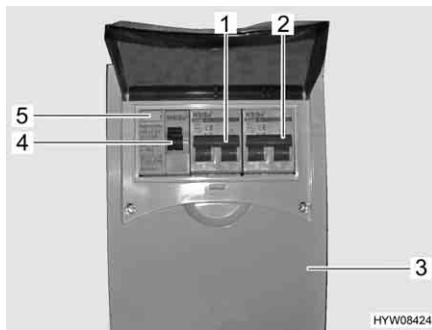

Fig. 91 Scatola dei fusibili a 230 V con interruttore di sicurezza e interruttore automatico FI
Un interruttore di sicurezza per correnti di guasto (interruttore automatico FI) (Fig. 91,4) nella scatola dei fusibili (Fig. 91,3) protegge l'intero veicolo da correnti di guasto (0,03 A).
L'interruttore di sicurezza collegato in serie (10 A) (Fig. 91,1) protegge le prese da 230 V, la centralina elettrica, il caricabatteria supplementare e il frigorifero.
Per veicoli con accessori opzionali, p. es. l'impianto di climatizzazione a tetto, un ulteriore interruttore di sicurezza (16 A) (Fig. 91,2) protegge l'apparecchio.
- Se il veicolo è collegato all'alimentazione a 230 V, premere il tasto di controllo (Fig. 91,5). L'interruttore di sicurezza per correnti di guasto (FI) deve scattare.